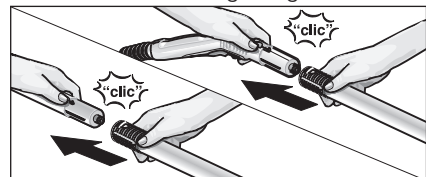

Abb. 3: Aufstecken der Verlängerungsrohre
- Verwenden Sie bei Bedarf die Verlängerungsrohre (G1). Montieren Sie dazu ein bzw. beide Verlängerungsrohre (G1) auf die Dampfpistole (C1) (siehe Abb. 3). Schieben Sie dann das gewünschte Zubehörteil (D1, E1, F1, H1) auf das freie Ende des Verlängerungsrohres.